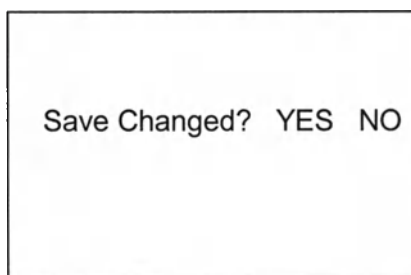

Рис. 5.4.1 Подтверждение.
2) После того, как Вы установили необходимые параметры, нажмите клавишу **ESC**. Если было внесено изменений, прибор вернется в режим System Control. Если же сделаны ни либо изменения, на дисплее появится окно с просьбой подтвердить эти изменения (рис. 5.4.1).